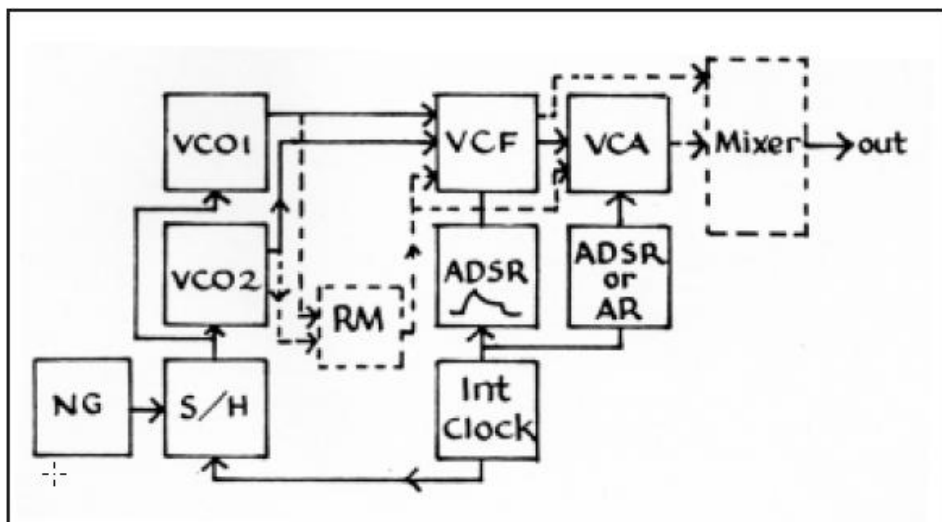

Figura 14-1: Estilo de diagramación de bloques del ARP 2600.
- En el primer estilo, los bloques están conectados con líneas y flechas (**Figura 14-1**):
Nota: Los escritores del manual oficial eligieron indicar aquellas conexiones que no estaban normalizadas, anotando "**P cord**" al lado de cada una (que no se muestran en la Figura 14-1), en lugar de indicar aquellas que están normalizadas con un gran "**N**", como lo hace este libro.